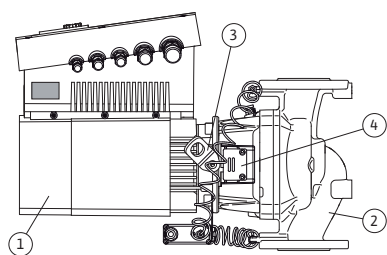

Fig. 10: Bomba completa
La característica típica de la serie Ixens es la camisa de refrigeración del motor. La corriente de aire se conduce de forma óptima a través de la cubierta longitudinal del ventilador (Fig. 10, pos. 1) hasta la refrigeración del motor y del módulo electrónico.
(Fig. 10, pos. 2) muestra la carcasa de la bomba con un conducto especial de la linterna para descargar el rodete.
Las argollas de transporte (Fig. 10, pos. 3) se tienen que utilizar de acuerdo con las indicaciones de los capítulos 3 "Transporte y almacenamiento" en la página 199 y 10 "Mantenimiento" en la página 242.
La ventanilla cubierta con la chapa de protección (Fig. 10, pos. 4) que hay en la linterna se utiliza en los trabajos de mantenimiento tal y como se indica en el capítulo 10 "Mantenimiento" en la página 242. Dicha ventanilla también se puede utilizar para comprobar la existencia de escapes, cumpliendo siempre las disposiciones de seguridad que aparecen en el capítulo 9 "Puesta en marcha" en la página 238 y el capítulo 10 "Mantenimiento" en la página 242.